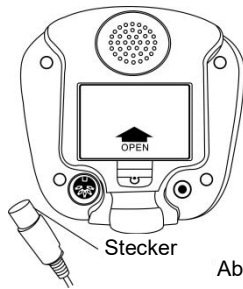

Abb. 5
7. Wickeln Sie das Kabel der Suchspule leicht gelockert um den Aluminiumschaft, es darf aber nicht baumeln. Stecken Sie den Kabelstecker in die untere rechte Seite des Steuergeräts, zielen Sie dabei auf den Schlitz und stecken Sie das Ende ein (siehe Abb.5). Achten Sie darauf, nicht am Kabel, sondern am Stecker zu ziehen.